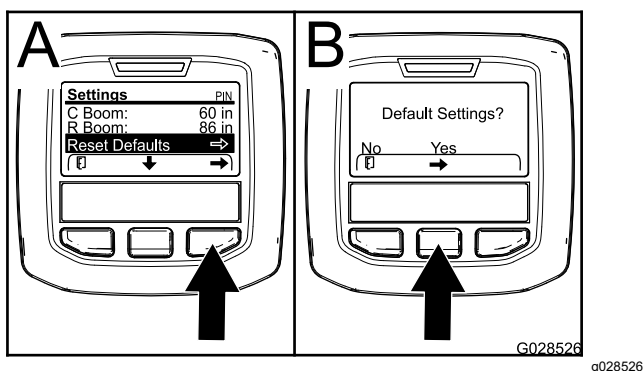

Figure 74
1. Appuyez sur le bouton de sélection central pour naviguer jusqu'à l'option Retour réglages d'usine (Figure 74).
3. Dans l'écran Réglages d'usine, appuyez sur le bouton de sélection gauche pour NON ou sur le bouton droit pour OUI (Figure 74).